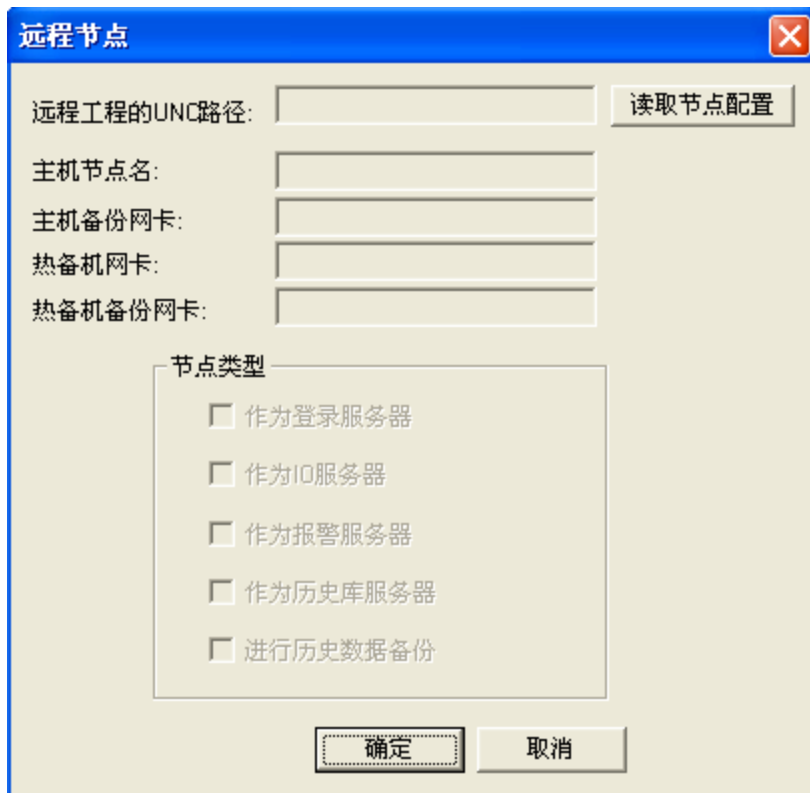

图 12-9 远程节点配置对话框
3、进入 WebServer 工程的工程浏览器界面，在工程浏览器的左边选择“站点”标签，进入站点管理界面。在左侧的节点名称列表区域中单击鼠标右键，在弹出的快捷菜单中选择“新建远程站点”，弹出远程节点对话框，如图 12-9 所示。